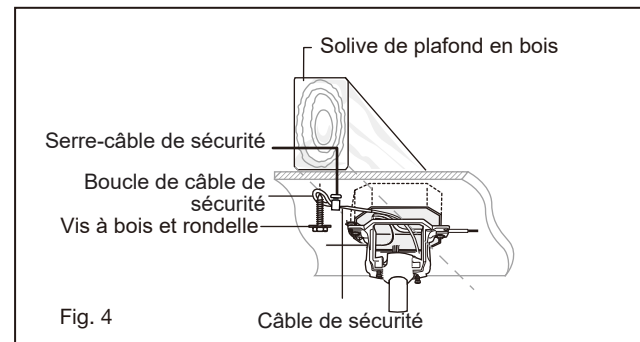

Fig. 4
**REMARQUE** : La languette opposée à l'ouverture du support de suspension doit s'insérer dans la fente de la boule. (Fig.4)
- 2 Connectez les fils noirs du commutateur dans le berceau A aux fils noirs dans le boîtier de commutation. Fil d'entrée chaud vers l'un des fils du commutateur du socle. Le fil d'alimentation du ventilateur est connecté au fil de l'interrupteur restant. (Fig. 4)
Un flux d'air VERS LE HAUT déplace l'air plus chaud hors de la zone du plafond, comme le montre la figure 4. Cela vous permet de régler votre unité de chauffage sur un réglage plus frais sans affecter votre confort.